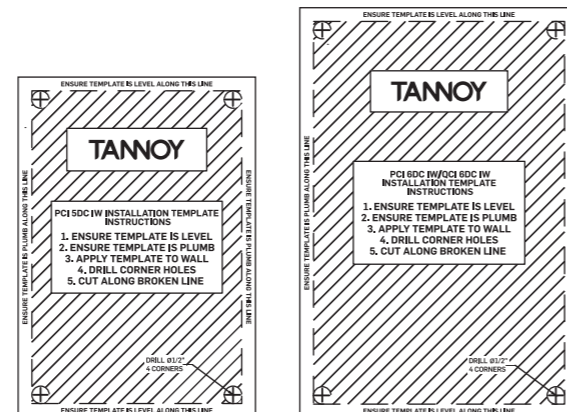
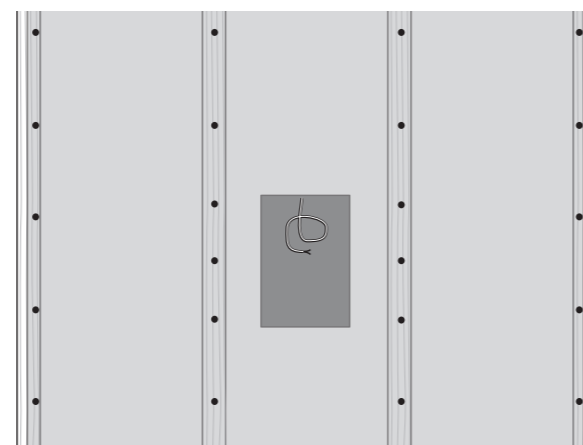

Fig. 1. Cutout Templates
Fig. 2. Drywall Cutout centered between Wall Studs
2. Utilizzare i modelli di ritaglio in dotazione (Fig. 1) nella posizione desiderata e ritagliare con cura un foro nel muro a secco utilizzando uno strumento manuale adatto. Rimuovere polvere e detriti dal foro (Fig. 2).